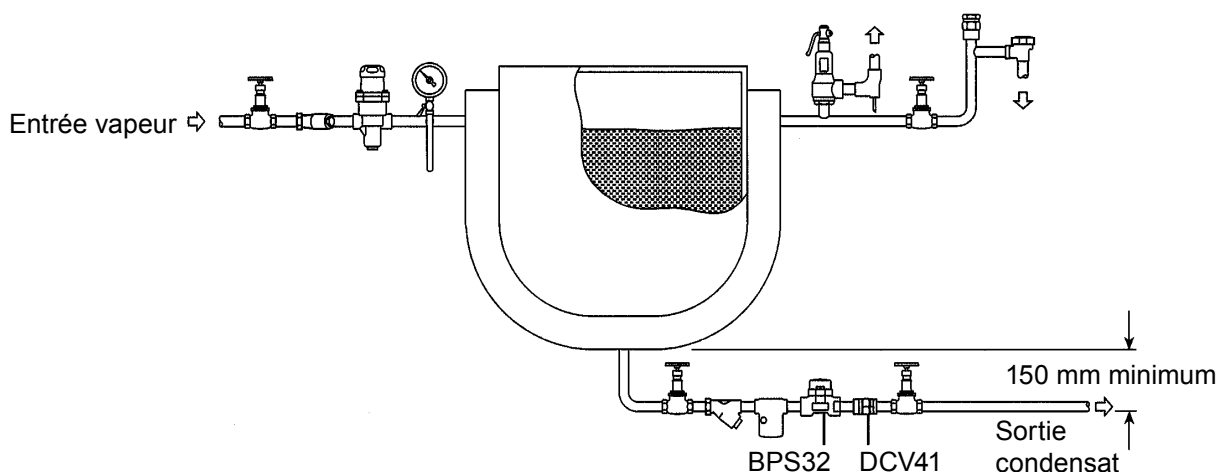

Fig. 4 - Equipement d'un petit process
- 3.4** Le purgeur peut être installé en position verticale ou horizontale, de préférence avec une un pot de purge en amont de l'appareil (une hauteur de charge de 150 mm est recommandé). Voir Figure 4.
- 3.5** Un clapet de retenue doit toujours être installé (ex. Le DCV41, voir Fig. 4) lorsque l'évacuation est raccordée à une ligne de retour avec une forte contre-pression.